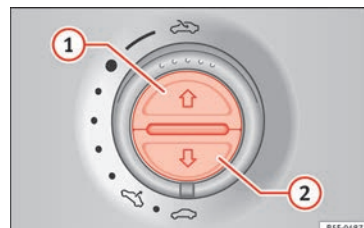

Fig. 98 No revestimento interior do teto: botões da cortina para o sol.
Abrir completamente (função automática)	Pressione o botão » Fig. 98 ① brevemente.
- O comutador deve estar na posição de «fechado» »  **Página 11 ①.**
- *Teto de abrir panorâmico:* Durante os 5 segundos seguintes após o disparo da função antientalamento, mantenha o comando puxado para trás »  **Página 11** (seta ⑤) até que o teto de abrir panorâmico fique completamente fechado.
- *Cortina para o sol:* Durante os 5 segundos seguintes após o disparo da função antientalamento, pressione o botão » **Fig. 98 ②** até que a cortina para o sol fique completamente fechada.